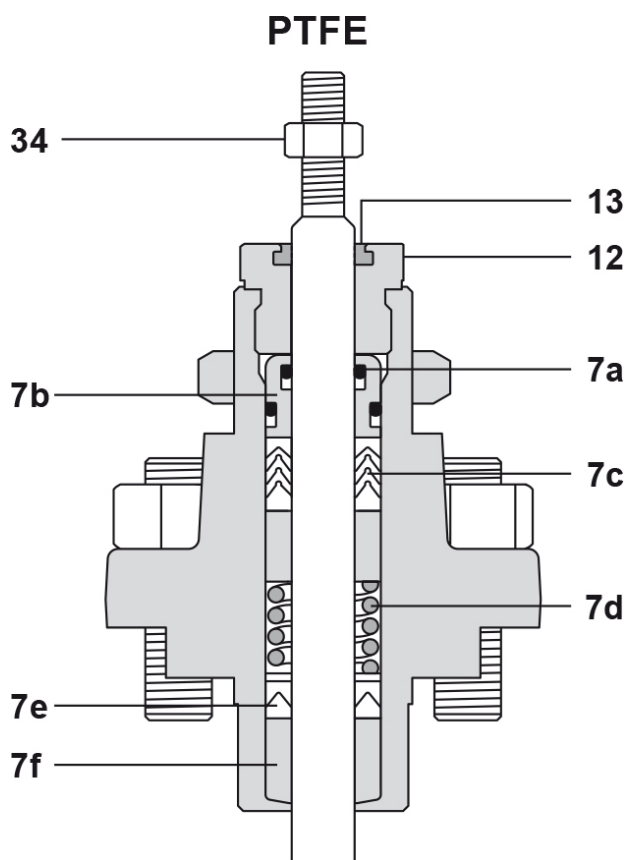

Fig. 19
#### 5.4 Remplacement des garnitures d'étanchéité en graphite (voir Fig. 19)
- Enlever l'écrou de blocage (34), l'écrou de presse-étoupe (12) de l'écrou de presse-étoupe, en s'assurant que la rainure est propre et non endommagée. Remplacer toutes ces pièces par des neuves.
- Nettoyer la cavité et réassembler les composants dans l'ordre indiqué sur la Fig. 19. **Nota** : Le maintien inférieur de tige doit être monté avec l'arête arrondie vers le bas. Lors du montage des garnitures en graphite, les coupures en biseau de chaque garniture doivent être décalées de 90° à chaque étage comme indiqué Fig. 21..